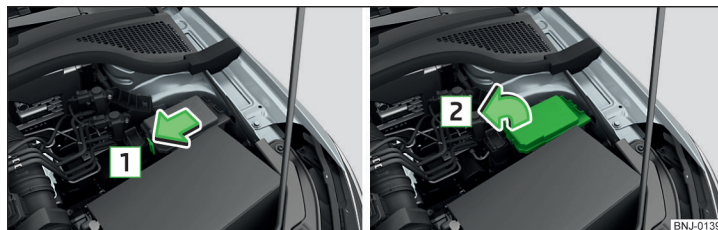

Рис. 203 Зніміть кришку
- Натисніть кнопку фіксації кришки в напрямку стрілки **1** і витягніть кришку в напрямку стрілки **2** » Рис. 203.